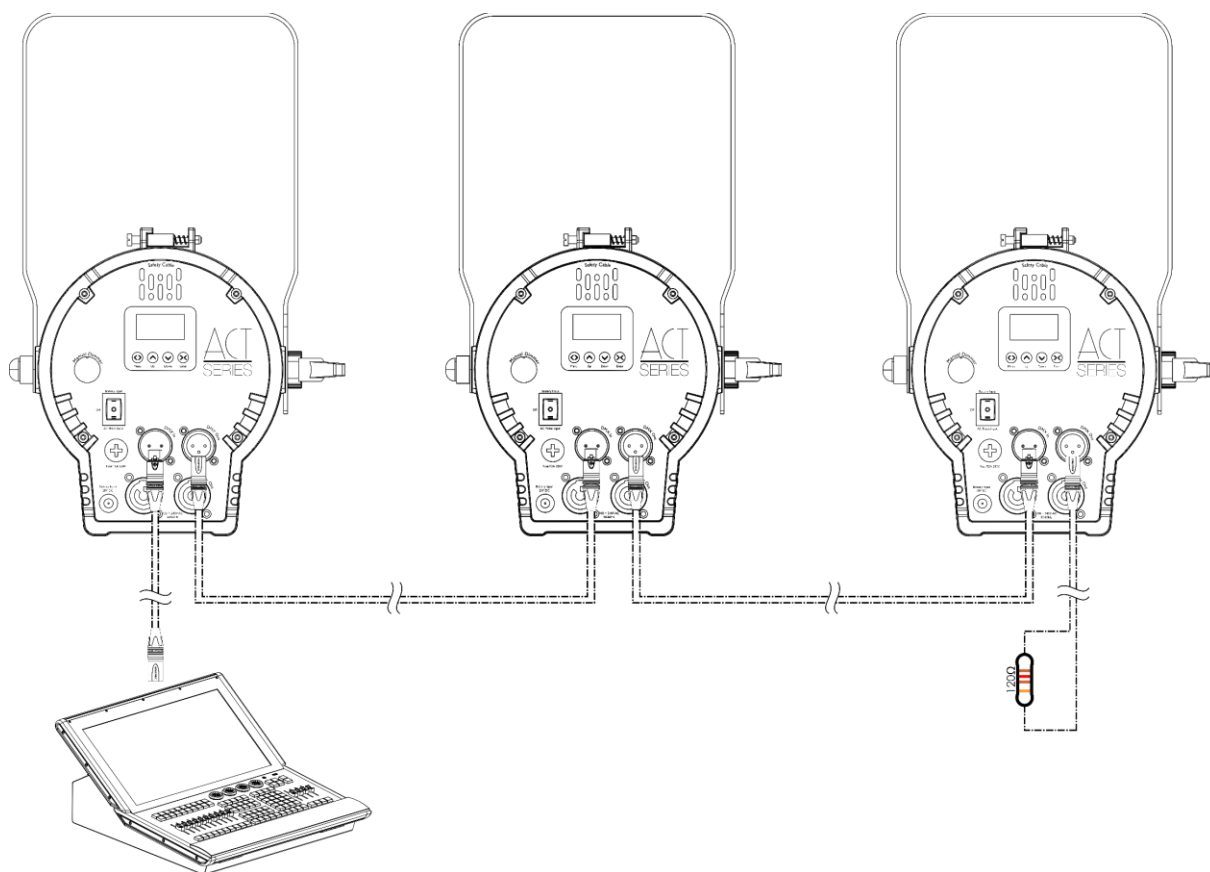

Fig. 15
- 03) Répétez l'étape 2 pour connecter tous les appareils en guirlande (voir fig. 15).